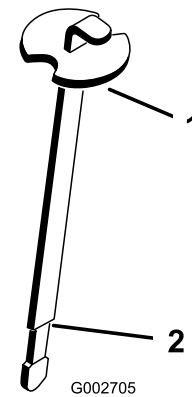

Figura 16
3. Retire la varilla del cuello de llenado y límpiela con un paño limpio. Inserte la varilla en el cuello de llenado; luego retírela y compruebe el nivel del aceite. El nivel de aceite debe llegar a la marca (la zona rebajada) de la varilla (Figura 16).